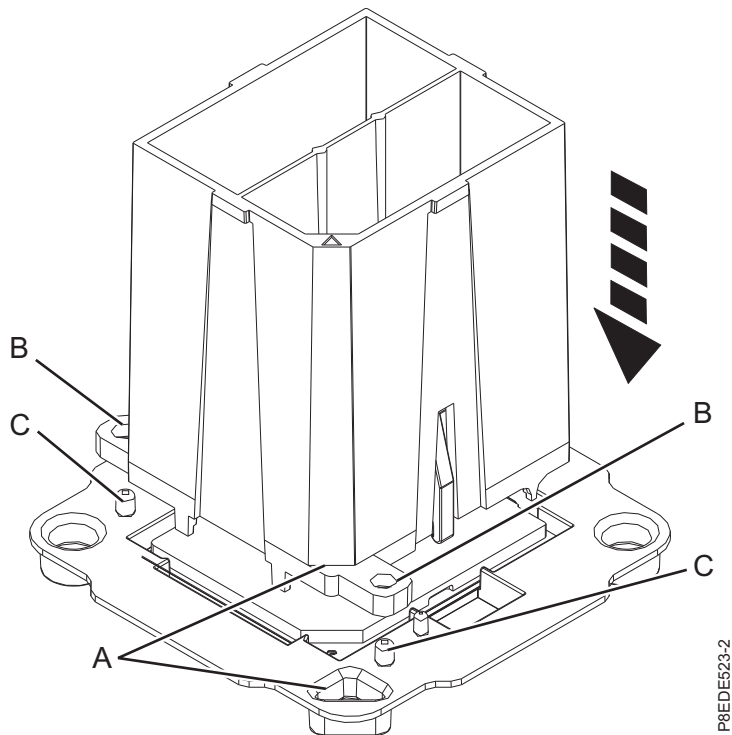
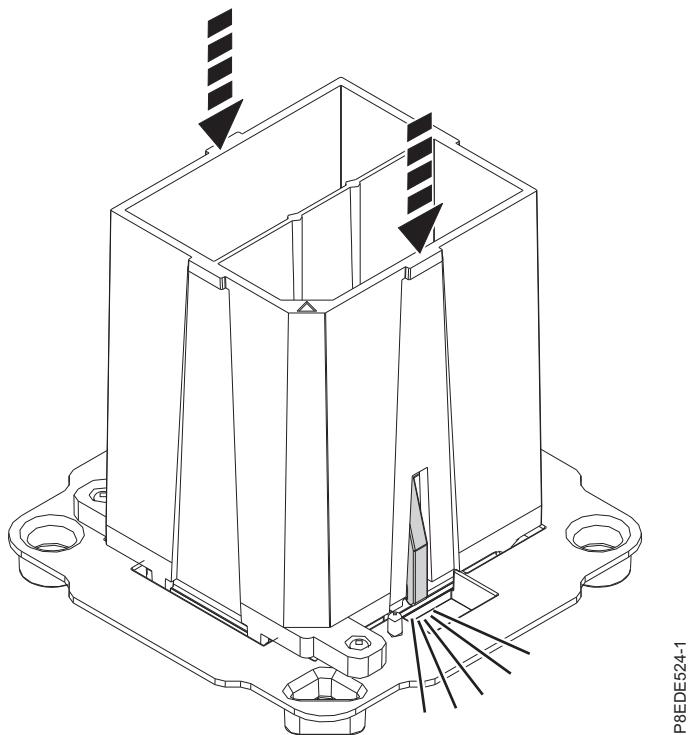

Abbildung 33. Installation des Systemprozessormoduls vorbereiten
Abbildung 34. Systemprozessormodul im Werkzeug einrasten lassen
- a. Nehmen Sie das Ersatzprozessormodul vom Versandträger. Richten Sie die abgeschrägte Ecke (**A**) des im Lieferumfang enthaltenen Werkzeugs an der abgeschrägten Ecke des Moduls aus, siehe Abb. 33 auf Seite 34.
- b. Senken Sie das Werkzeug auf das Systemprozessormodul hinab und stellen Sie dabei sicher, dass die beiden Führungstifte (**C**) auf jeder Seite des Werkzeugs in die für die Ausrichtung vorgesehenen Löcher (**B**) eingeführt werden, siehe Abb. 33 auf Seite 34. Drücken Sie dann von oben auf das Werkzeug, um das Systemprozessormodul im Werkzeug einrasten zu lassen, siehe Abb. 34 auf Seite 34. Drücken Sie die blauen Lösehebel nicht. Tun Sie dies erst, wenn Sie dazu aufgefordert werden.